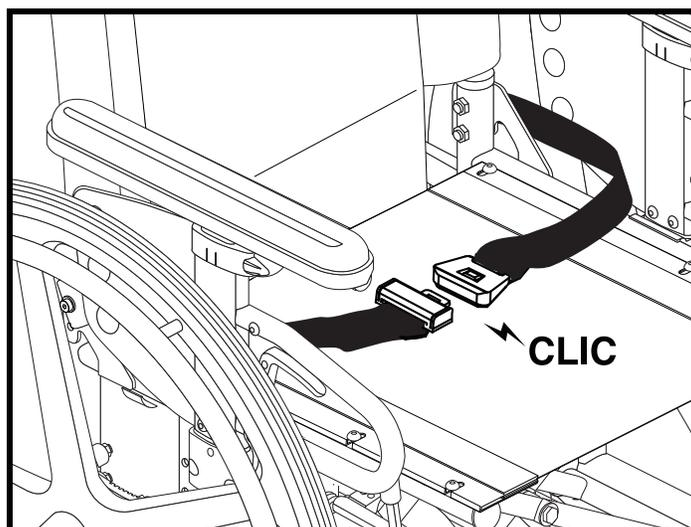

Figure 43. Réglage du ceinture de positionnement
1. Prenez place sur le fauteuil, insérez l'onglet de métal dans le boîtier en plastique sur le côté opposé jusqu'à ce que le « clic » se fasse entendre. Voir la figure 43.